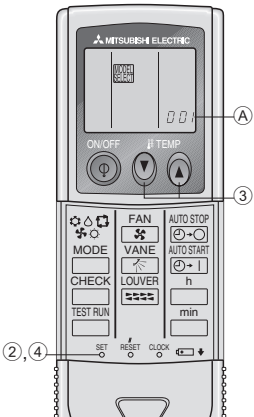

Fig. 6-7
3) Preparación inicial (Fig. 6-7)